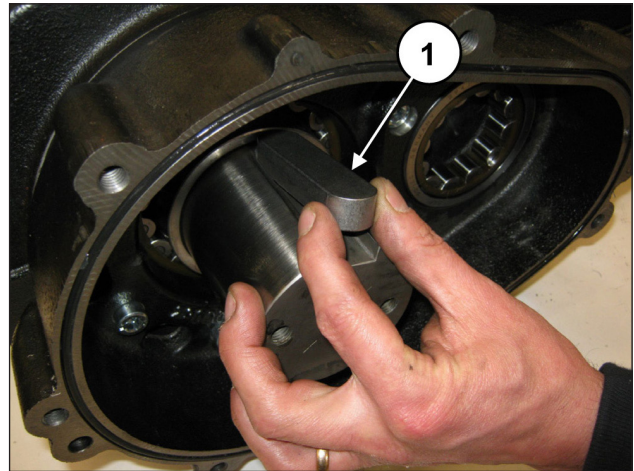

Abb. 15
Nehmen Sie die Passfeder von der Welle ab (Pos. ①, Abb. 15).